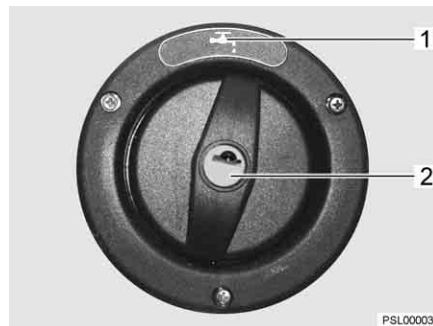

Fig. 225 Coperchio per bocchettone di riempimento dell'acqua potabile
Il bocchettone di riempimento dell'acqua potabile è contrassegnato dal simbolo "☕" (Fig. 225,1). Il coperchio viene aperto e chiuso con la chiave per le serrature degli sportelli esterni.
- Inserire la chiave nel cilindro della serratura (Fig. 225,2) e ruotare in senso antiorario di un quarto di giro.